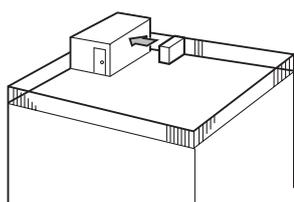

Fig. 2-4
- ① Rikta luftutblåset mot närmaste vägg, cirka 500 mm från väggen. (Fig. 2-4)